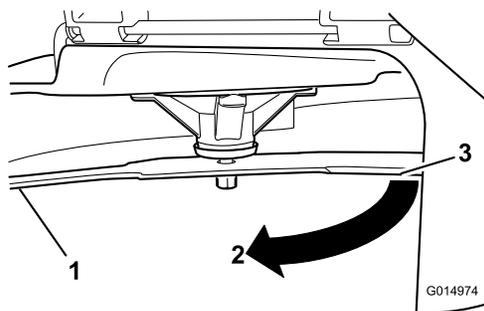

Рисунок 74
4. Поверните тот же нож на 180 градусов, чтобы теперь его противоположная режущая кромка была в том же положении (Рисунок 74).